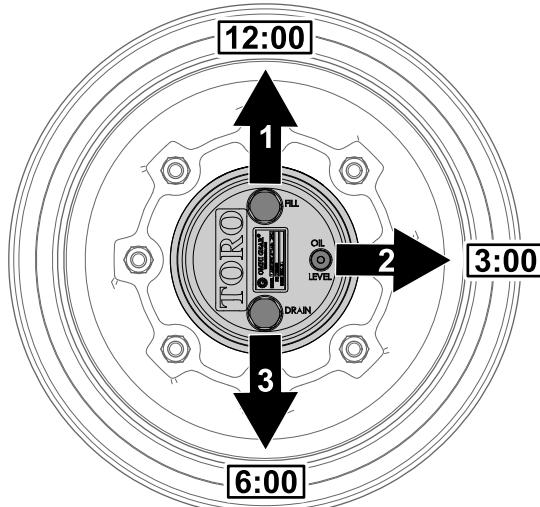

図 72
1. 水平な床面で、補給プラグが時計の 12 時の位置、点検プラグが 3 時、ドレンプラグが 6 時の位置を指すように駐車する図 72。
2. 3 時の位置にある点検プラグを外す図 72。オイルが点検穴の下ふちまであれば適正である。
1. 水平な床面で、補給プラグが時計の12時の位置、点検プラグが3時、ドレンプラグが6時の位置を指すように駐車する図 72 プラネタリギアオイルの点検(ページ 71)を参照。